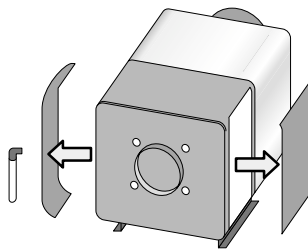

图3
- ① 松开转角部夹子,将滤过网箱盖从滤过网箱上拆下。(图3)